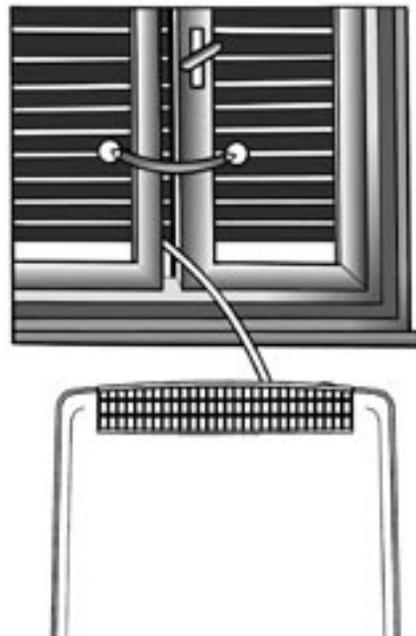

Fig. 7
• La linea flessibile di collegamento tra le due unità dovrà passare tra i due battenti della finestra, che dovranno essere chiusi il più possibile durante il funzionamento del climatizzatore (Fig. 7).
• The flexible connecting lead between the two units must pass between the two wings of the window which must be closed as far as possible when the air conditioner is working (Fig. 7).
• Die flexible Leitung zur Verbindung der beiden Geräte ist durch die Fensterflügel zu führen, die während des Gerätebetriebes so gut wie möglich geschlossen sein müssen (Abb. 7).
• La línea flexible de conexión entre las dos unidades deberá pasar entre los batientes de la ventana, que deberán estar lo más cerrados posible durante el funcionamiento del aliclimizador (Fig. 7).
• Laat de flexibele verbindingsleiding tussen de beide units tussen de beide openslaande gedeelten van het raam lopen en zorg ervoor dat deze gedeelten zoveel mogelijk dicht blijven als de airconditioner in werking is (fig. 7).